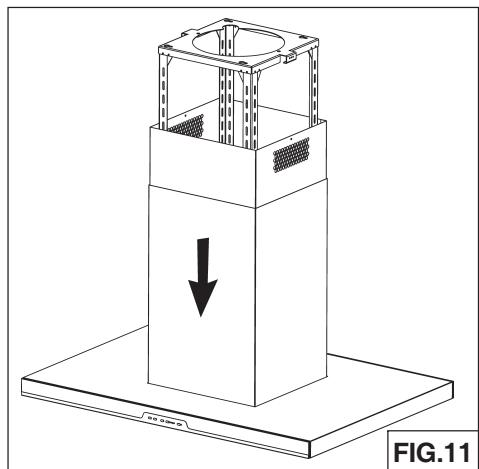

FIG.11
1. Introduire le conduit supérieur et inférieur à la structure de support (Fig.11).